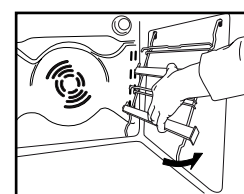

Fig. 4
4. Riapplicare le griglie portaccessori laterali all'interno del forno (Fig. 4)